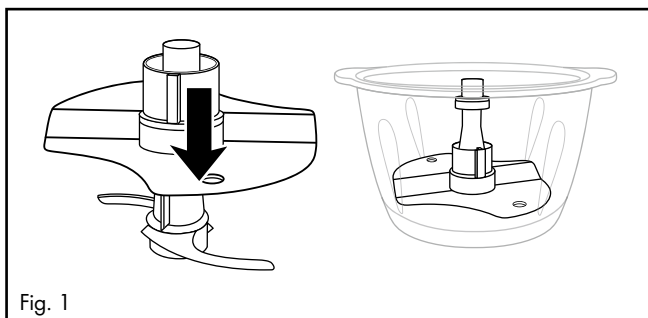

Fig. 1
- Pentru a bate 200-400 ml de frișcă introduceți discul de emulsifiere **12** pe suportul de cuțit **7**, astfel încât discul de emulsifiere **12** să se sprijine pe ambele părți ale cuțitului **8** și să se fixeze (fig. 1):